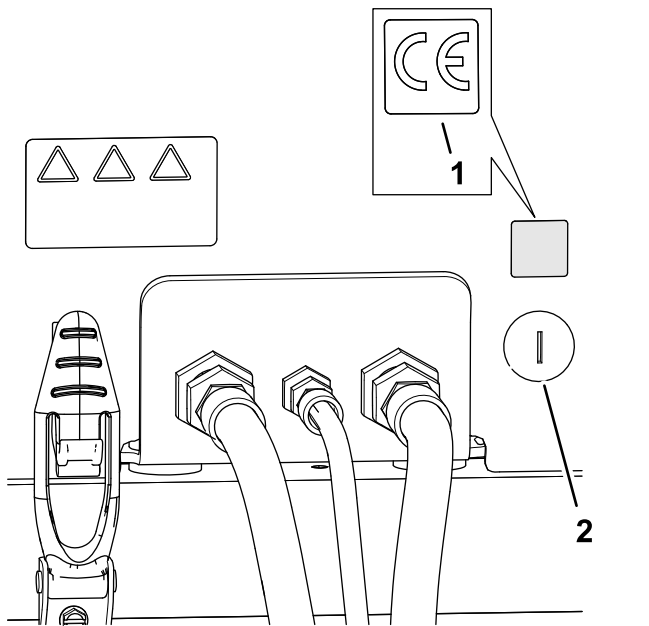

Figura 37
- Utilice alcohol y un trapo limpio para limpiar la zona del capó alrededor del cierre del capó, y deje que el capó se seque (Figura 37).